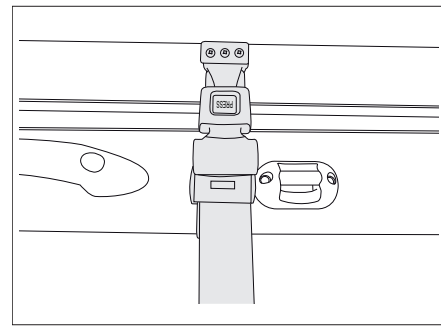

Bild 117 Sicherungsgurt Hubbett manuell
- Das Hubbett mit dem Sicherungsgurt am Dach sichern (Bild 117).